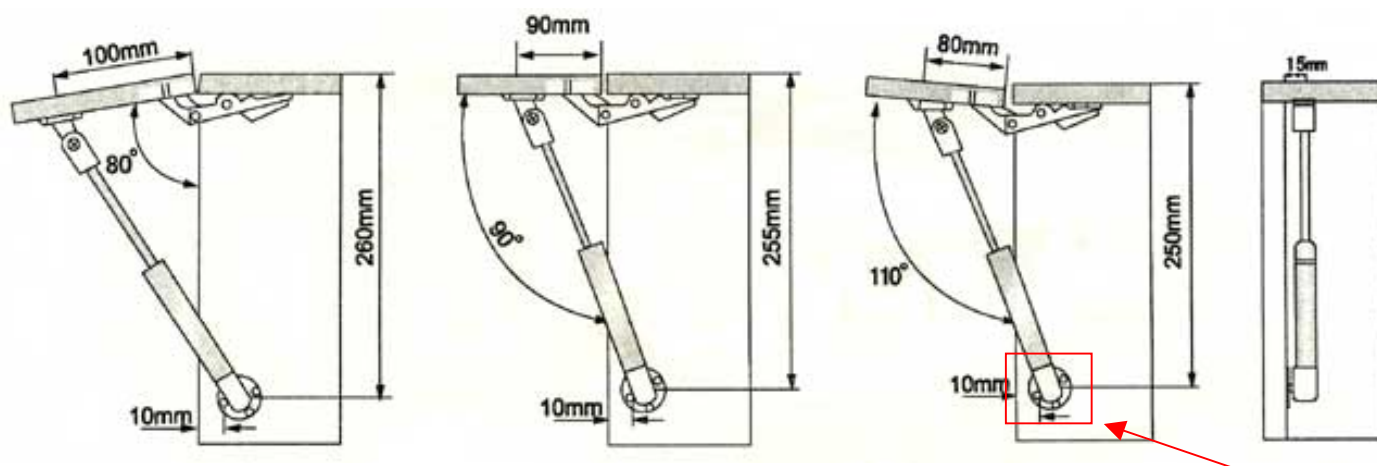

Рис.1 «Определение положения разметки для установочной пластины
1. Разметить на боковинах верхнего модуля отверстия для установочной пластины (Положение разметки для установки определяется исходя из Рис.1). Прикрутить саморезами 3,5x16 мм.